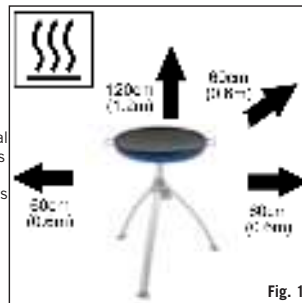

Fig. 1
- Sobre el dispositivo 1,2m. Detrás y a los costados 600mm. (Ver la Fig. 1)
- En el caso de retroceso de la llama (cuando la llama arde y se enciende dentro de la carcasa de la hornalla o Venturi) apague de inmediato el suministro de gas cerrando primero la válvula de control en el recipiente de gas y luego la válvula del dispositivo (M). Después de extinguir la llama quite el regulador y vea la condición del sellado, reemplace el sellado, si tiene dudas. Vuelva a encender el dispositivo como se describe en la Sección 7 a continuación. Si se producen retrocesos de las llamas en forma persistente, devuelva el producto a su agente de reparación CADAC autorizado.